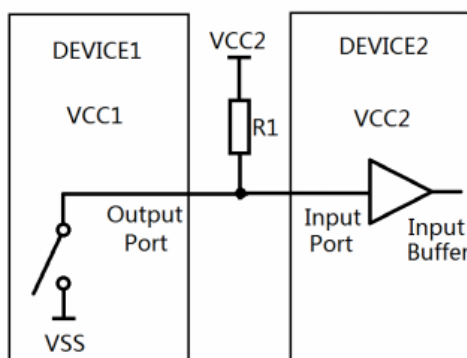

图3.1.5 上拉电阻输出用于电平匹配
(1) 上拉电阻输出可用于两种供电电压器件之间的电平匹配。如图 3.1.5 所示，器件 1 供电电压为 V_{CC1} ，器件 2 的供电电压为 V_{CC2} 。通过外置上拉电阻到 V_{CC2} ，器件 1 可实现与器件 2 的输出电平匹配。这种输出方式的芯片，说明书中会称为集电极开路输出（OC 输出）或漏极开路输出（OD 输出），两者区别是开关使用的是三极管还是场效应管。凡是 OC 或 OD 输出的数字器件，一定要外接上拉电阻到 V_{CC} ，否则器件将无法得到高电平。